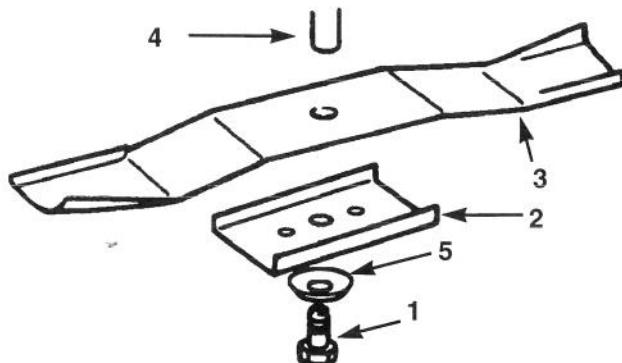

Bild 35
- Die Schraube (5/8" Nuß), Konkavscheibe, Halteblech und Messer entfernen (Bild 35). Zum Arretieren des Messerbalkens beim Entfernen der Schraube kann sich das Einsetzen eines Holzklotzes zwischen Messerbalken und Mäherchassis empfehlen.
1. Messerbalken, Halblech, Konkavscheibe (konkave Seite zum Messerbalken) und die Messerbalkenschraube montieren (Bild 35).